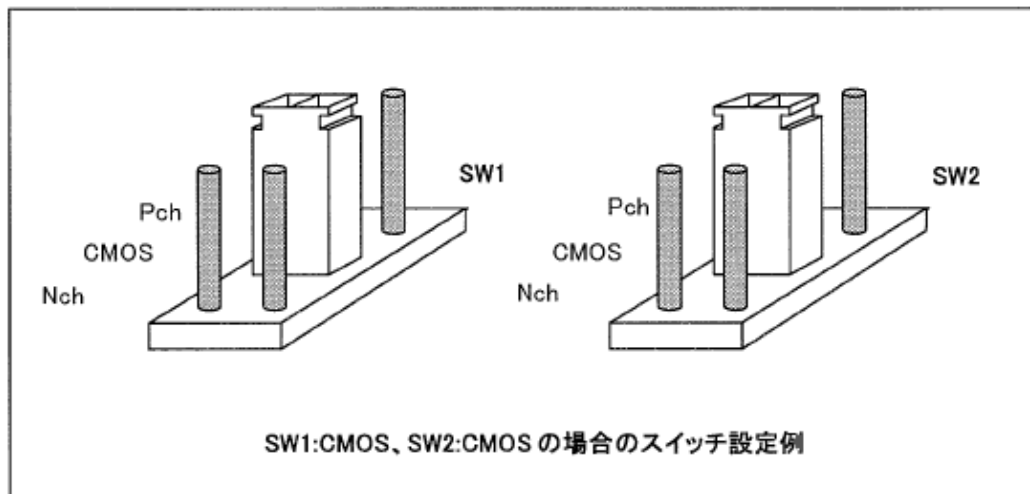

図 4.2 ジャンパスイッチ設定例
(1) SW1 は、MCU のポート **P20~P23** の出力形式に合わせて設定してください。設定内容については、表 4.1および図 4.2をご覧ください。
(2) SW2 は、MCU のポート **P24~P27** の出力形式に合わせて設定してください。設定内容については、表 4.1および図 4.2をご覧ください。